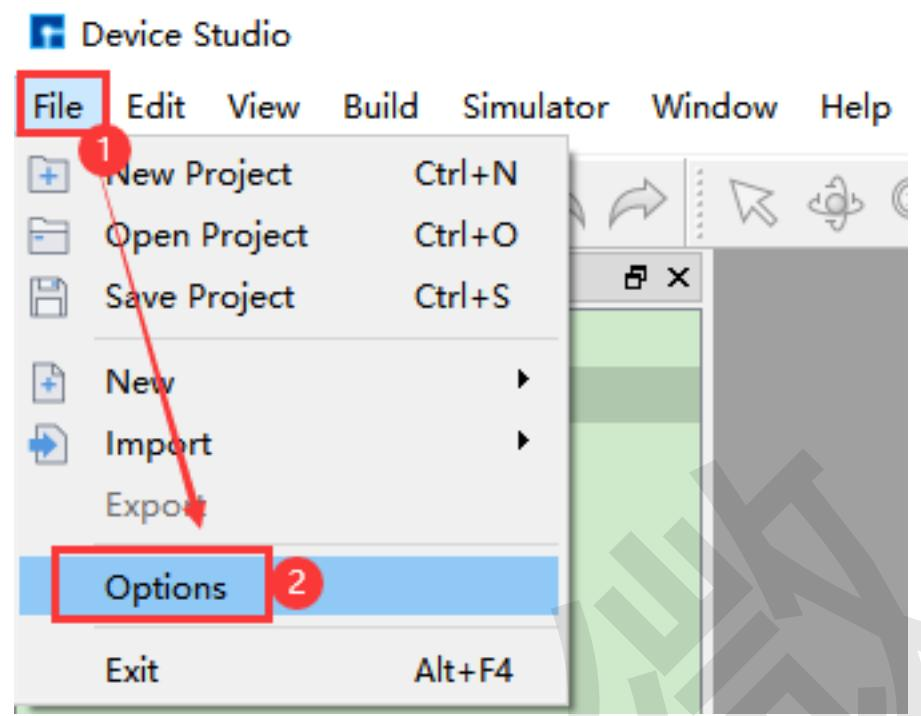
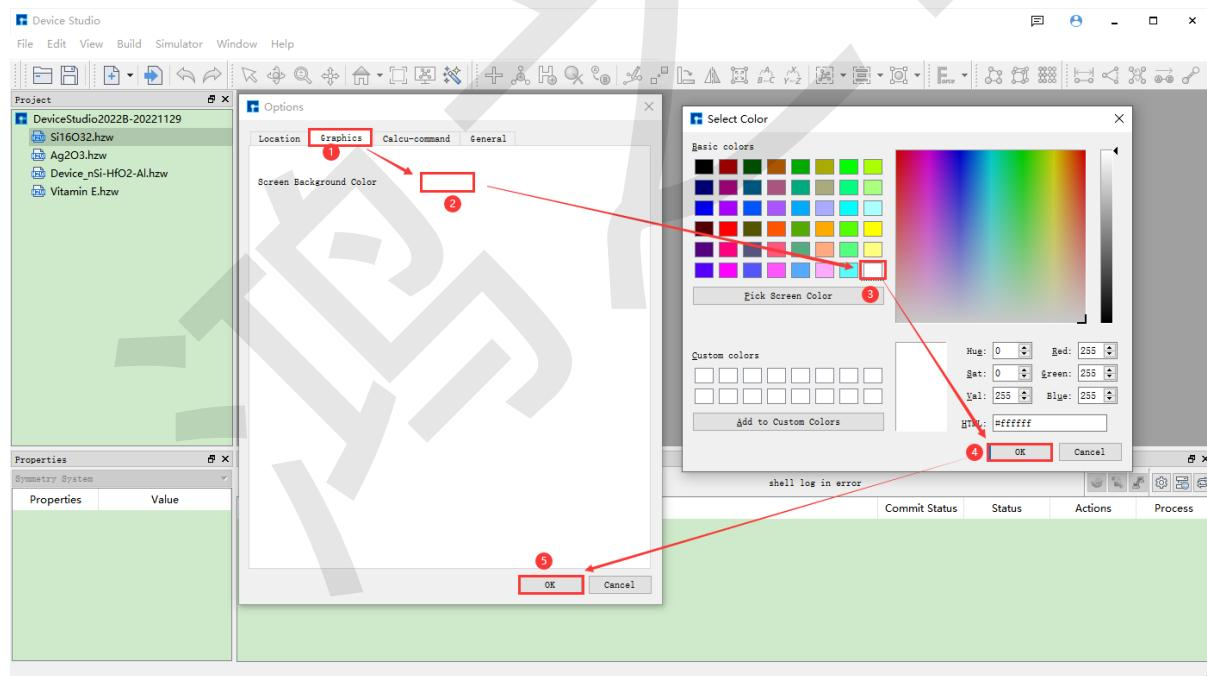
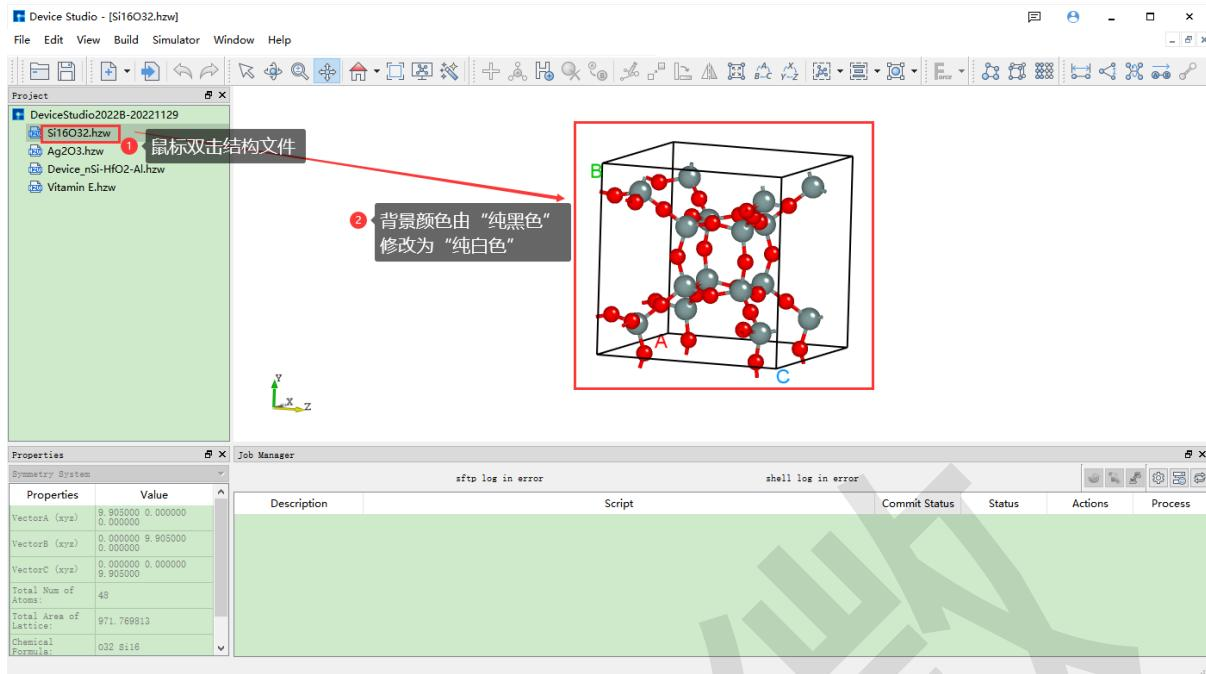

图 9.2: 将 Device Studio 主界面显示结构的 背景颜色由 纯黑色修改为 纯白色操作步骤一
图 9.3: 将 Device Studio 主界面显示结构的 背景颜色由 纯黑色修改为 纯白色操作步骤二
图 9.4: 将 Device Studio 主界面显示结构的背景颜色由 纯黑色修改为 纯白色操作步骤三
2. 方式二: Device Studio 主界面中没有显示结构, 如 图 9.2 、图 9.3 、图 9.4 所示为将显示 Si16O32 晶体结构的 背景颜色由 纯黑色修改为 纯白色的操作步骤。